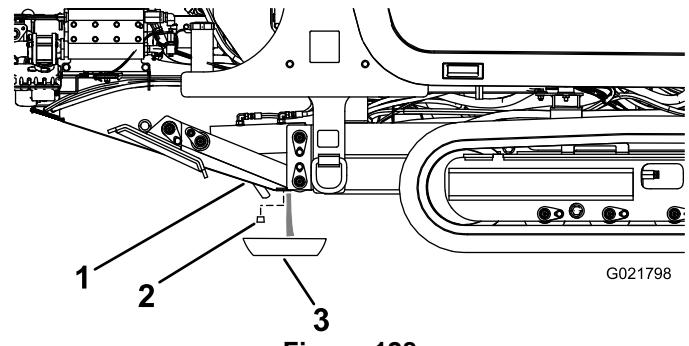

Figura 128
3. Desaparafuse o bujão de drenagem até escoarem a água e os sedimentos (Figura 128).